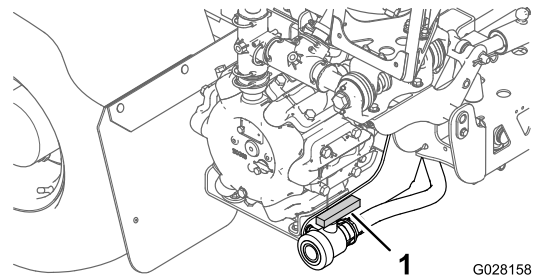

Figura 28
2. La valvola di spurgo del serbatoio è situata sul retro della macchina (Figura 28).